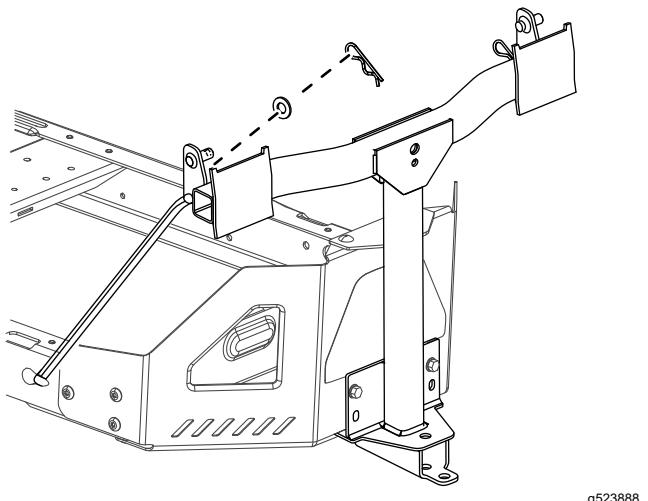

Bild 10
die Stange nach hinten, damit sie im Rahmen sitzt (Bild 10).
5. Setzen Sie die gebogenen Enden der Stangen in die Anbaugerätbefestigung ein, wie in Bild 10 abgebildet, und befestigen Sie das Ende jeder Stange mit einer Scheibe und einem Splint.